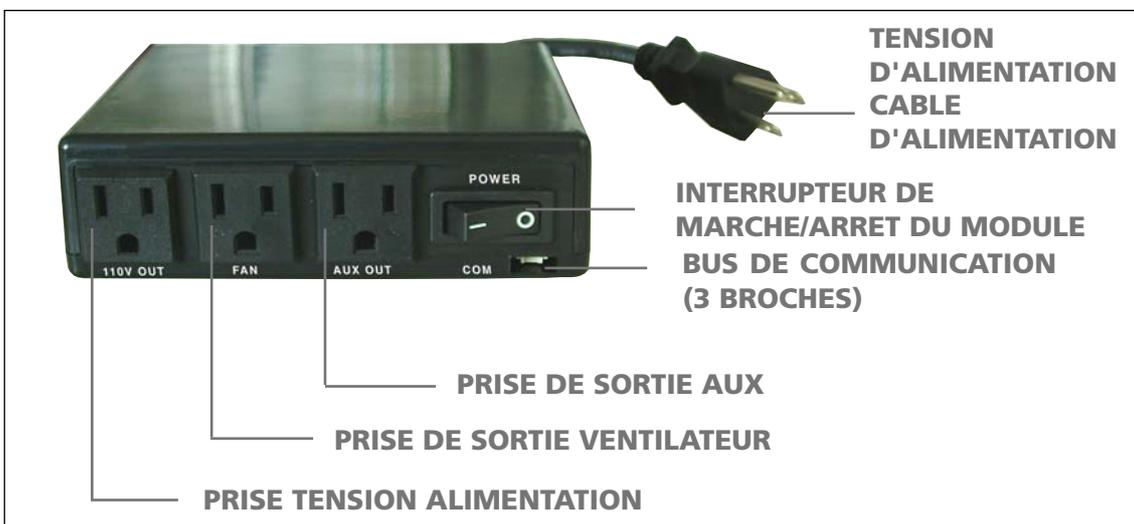

Fig. 4: Module de commande du ventilateur
La module de commande du ventilateur (FCM) offre la capacité supplémentaire de commander la vitesse du ventilateur par six (6) vitesses, une sortie de 120V activée à distance et une sortie de 120V constamment actionnée. Le FCM fournit l'alimentation CC au récepteur permettant aux batteries d'être utilisées seulement si l'alimentation de la ligne est coupée ou perdue (Fig.4).